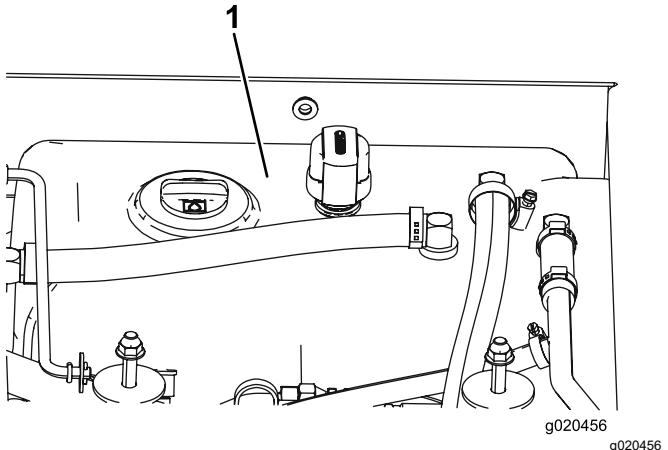

Figure 86
4. Remplissez le réservoir (Figure 86) de liquide hydraulique ; voir Contrôle du niveau de liquide hydraulique \(page 82\).